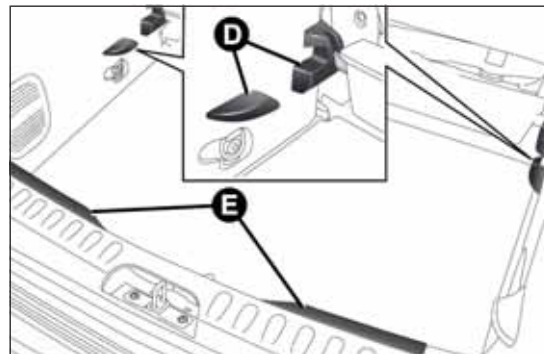

fig. 95
- ☐ a continuación, volver a colocar correctamente la plataforma B en los correspondientes alojamientos D fig. 95 presentes en los laterales y en el travesaño trasero E.